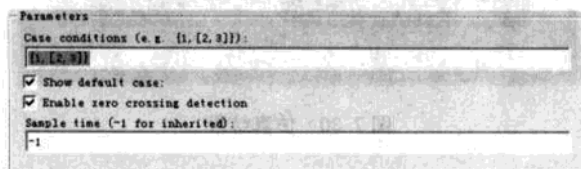

图 7.26 Switch Case 模块参数对话框
(2) Sine Wave 模块设置。其中 Amplitude 为 1, Bias 为 0, Frequency 为 2, Phase Delay 为 0, Sample time 为 0。
(3) Switch Case 模块设置。双击 Switch Case 模块参数对话框, 如图 7.26 所示, 其中 Case condition 为 {1,[2,3]}。